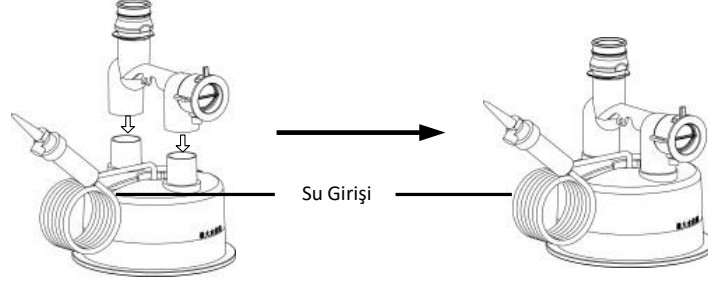

Fig. 11-6
- (1) **Adaptörü takın:** Adaptörleri şekilde gösterilen yöne göre su haznesinin iki dikey arayüzüne takın ve Fig.11-6'da gösterildiği gibi kuvvetlice sıkıca bastırın.
Not: Adaptörü takmadan önce, su girişinin su haznesini monte ettikten sonra kapağın yuvasına sabitlenebildiğinden emin olmak için su girişini Fig.11-6'da gösterilen konuma yerleştirin..